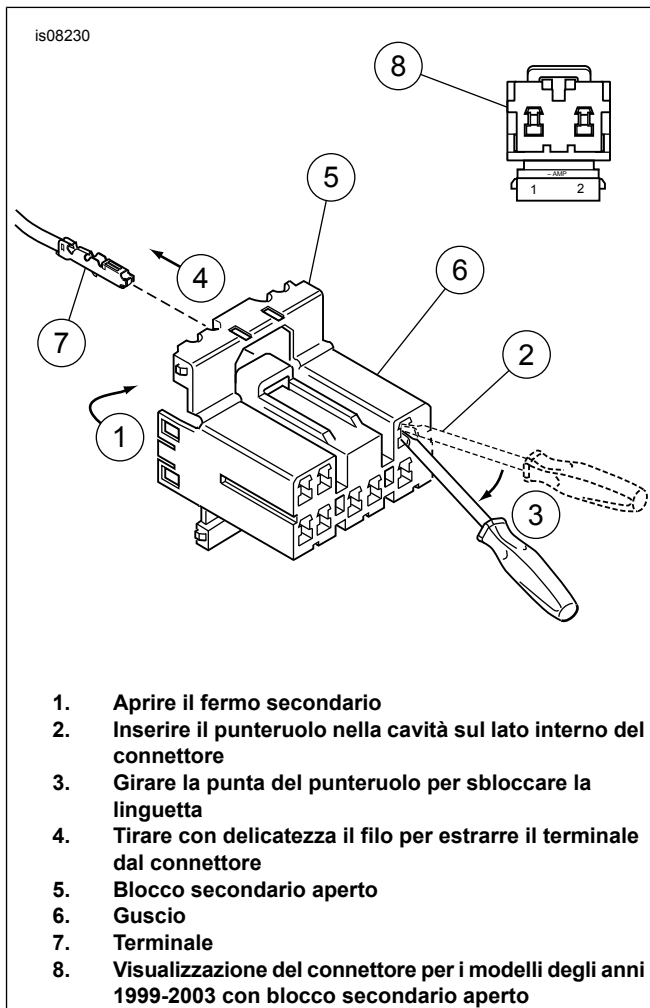

Figura 8. Connettori elettrici multi-lock amp
Vedere Figura 8. **I modelli 1996-1998** hanno un connettore multi-lock amp a 8 vie collocato sotto la sella. **I modelli 1999-2003** hanno un connettore multi-lock amp a 2 vie collocato sotto la lente della luce posteriore.
3. Vedere Figura 8. **Sui modelli 1999-2003**, è necessario rimuovere la lente della luce posteriore per accedere al connettore multi-lock amp. **Sui modelli 1996-1998** con connettori multi-lock amp, per rimuovere il connettore dal dispositivo di ritegno vedere il manuale di manutenzione.